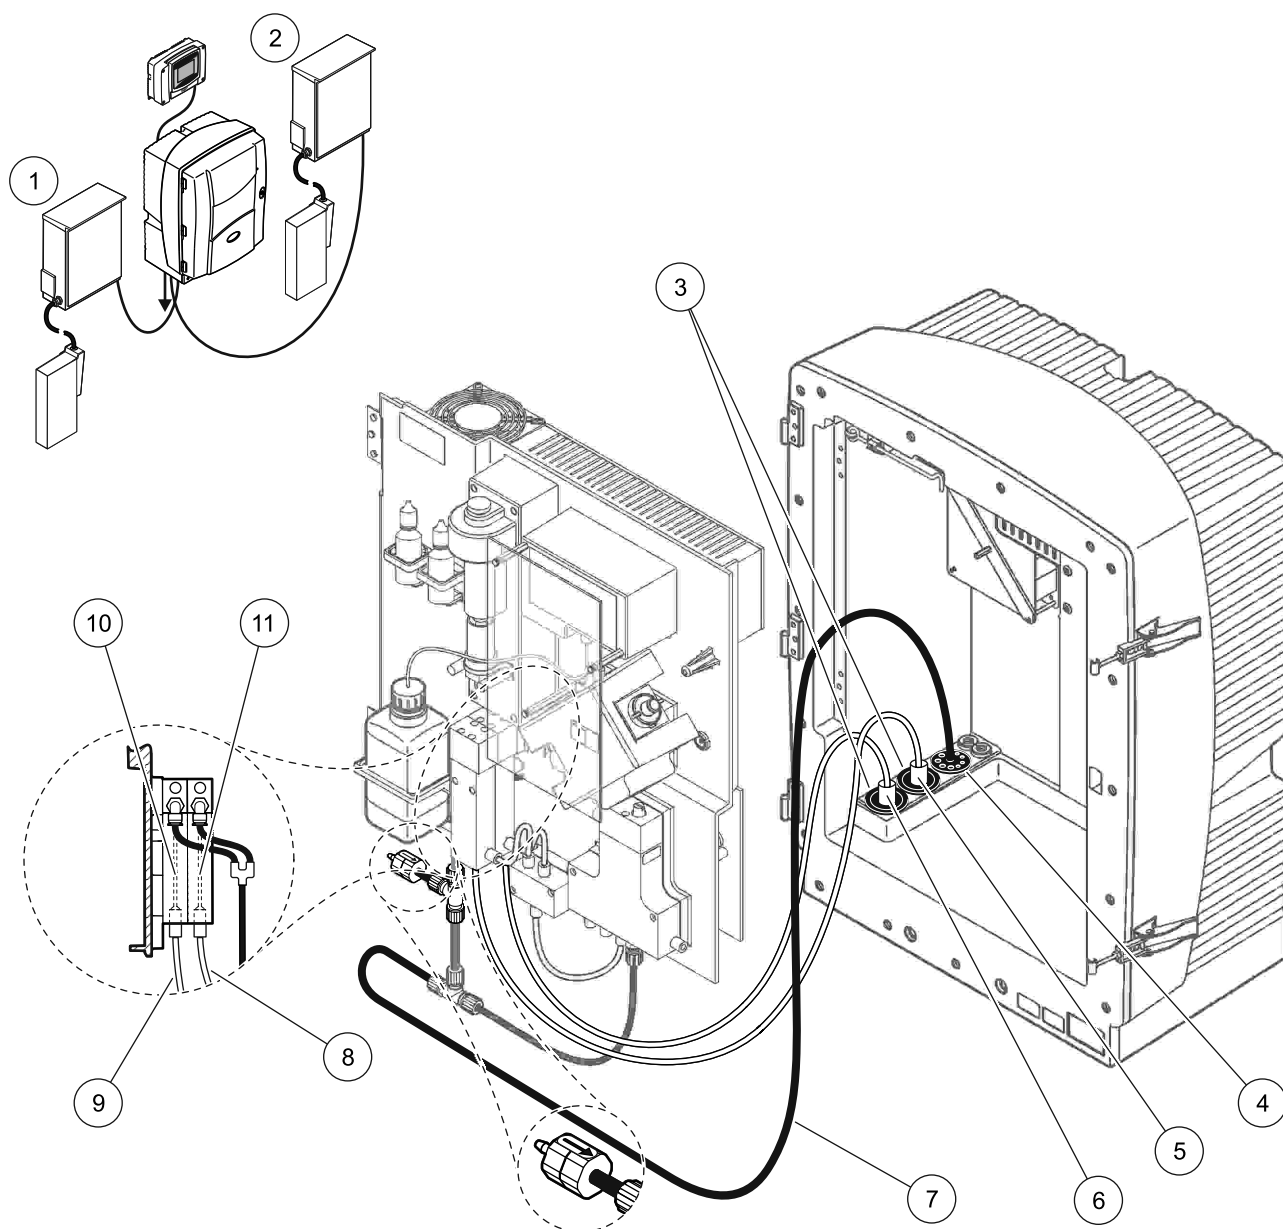

Рисунок 38 Монтаж версии 9a
Для версии 9а смотрите Рисунок 38 и следующие инструкции:
2. Проведите шланг с подогревом от FILTRAX 1 через анализатор (Рисунок 38, позиция 6). Для фиксации используйте уплотняющую заглушку #1.